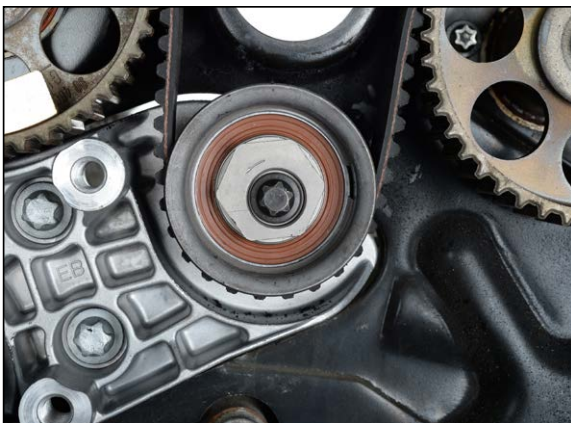

Fig. 18
4. Draai de exentriek van de bovenste spanrol met spansleutel MKM-6038 of waterpomptang in tegenwijzerzin tot de bovenkant van de exentriek op de 11 uurs-positie staat (Fig. 18).